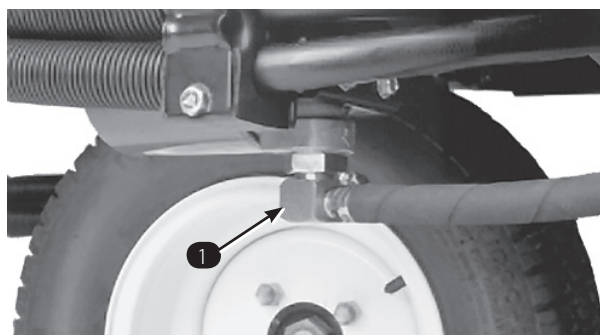
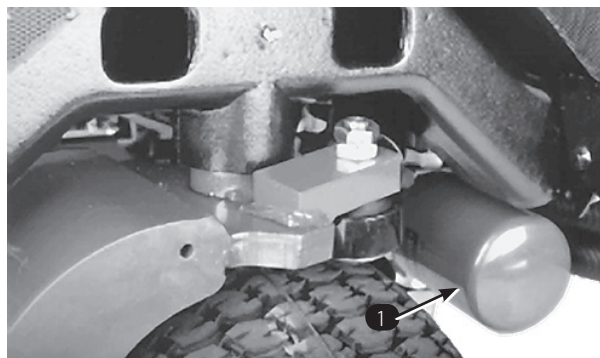

図 54
図 55
2. 油圧ラインの接続部 (図54) または油圧フィルタ (図55) を外し、流れ出すオイルを容器に受ける。オイルが全部流れ出たらラインを元通りに接続する。
3. フィルタ取り付け部の周辺をウェスできれいにぬぐう。フィルタ (図55) の下に廃油受けを置いてフィルタを外す。